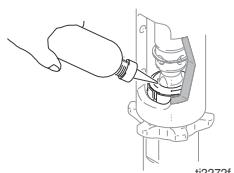

Рис. 12
3. (Рис. 12) Залейте в гайку уплотнения состав Graco TSL.